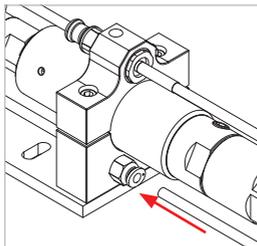

Abbildung 8
- ▶ Stecken Sie die Spülleitung der Tankstelle in die tankstellenseitige Steckverbindung der Halteschale (Pos. 11, *Abbildung 8*).